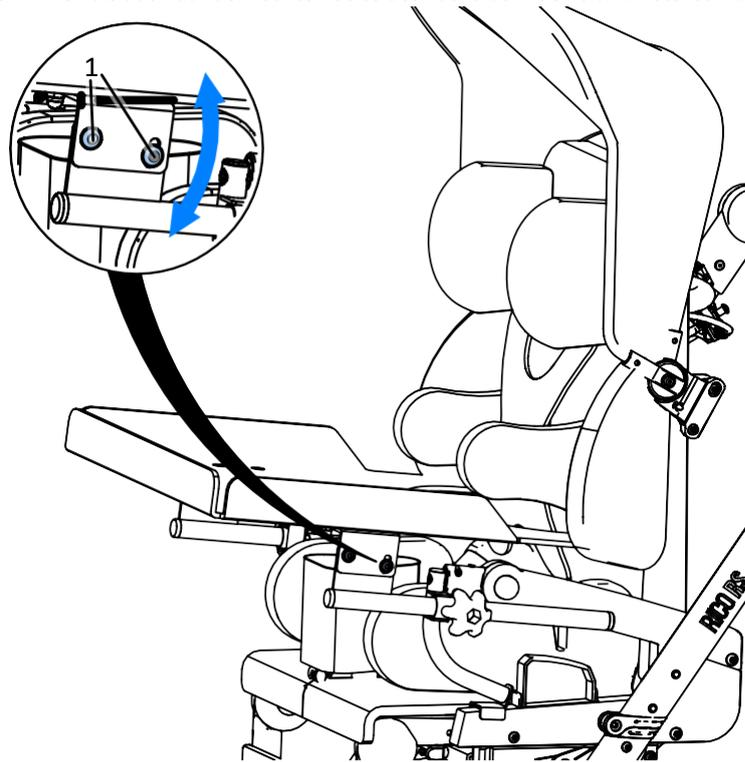

Bild 33
Der Neigungswinkel der Tischplatte Abb. 33 wird durch Lösen der beiden Schrauben (1) eingestellt, die sich über den Tischadaptern unterhalb der Tischplatte befinden. Nachdem Sie den gewünschten Neigungswinkel erhalten haben, ziehen Sie die Schrauben fest. Sowohl auf der linken als auch auf der rechten Seite des Fachs befinden sich Einstellschrauben.